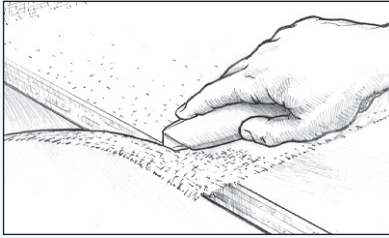

Abbildung 25 Schneiden Sie überschüssiges Gewebe ab, wenn das Epoxidharz in den Geleezustand gewechselt hat, jedoch noch nicht ausgehärtet ist.
8. Schneiden Sie überschüssiges Gewebe und Überlappungen ab (Abbildung 25), wenn das Epoxidharz noch im geleeartigen Zustand ist. Sie können das Gewebe dann noch ohne Schwierigkeiten mit einem scharfen Teppichmesser abschneiden. Entfernen Sie Überlappungen folgendermaßen: